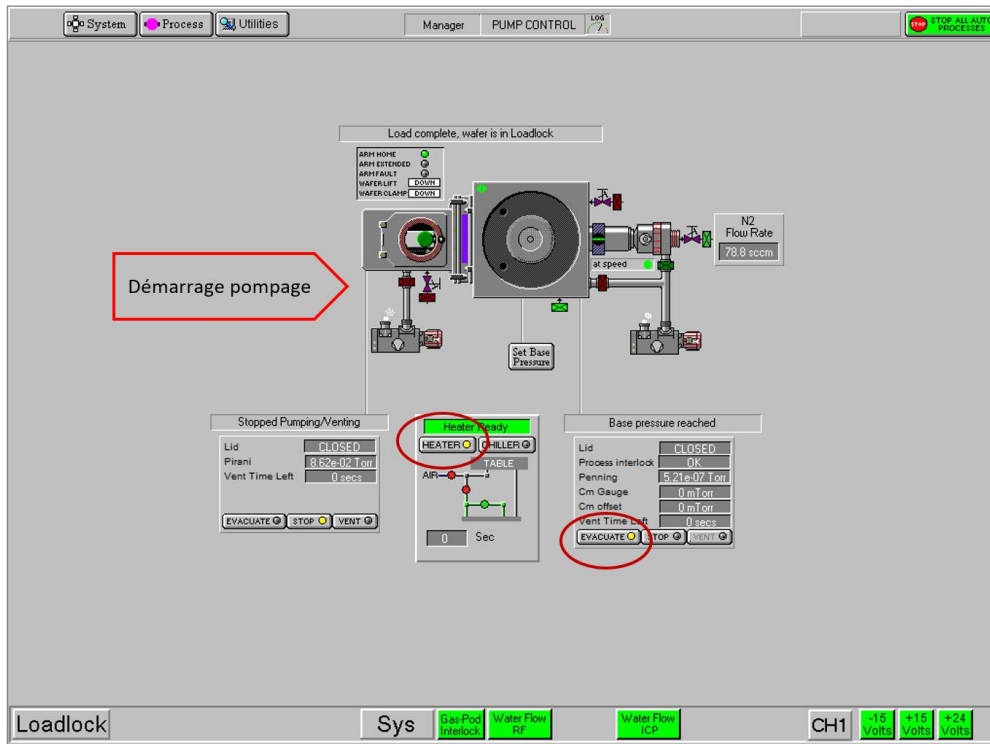

Figure 12 : Page PUMP CONTROL
Le synoptique principal apparait à l'écran (Figure 12).
5) Démarrer le groupe de pompage du réacteur en activant sur « **evacuate** » à droite sur le synoptique (Figure 12) et attendre quelques minutes le passage du voyant vert « **at speed** », qui signifie que la pompe turbo est opérationnelle.